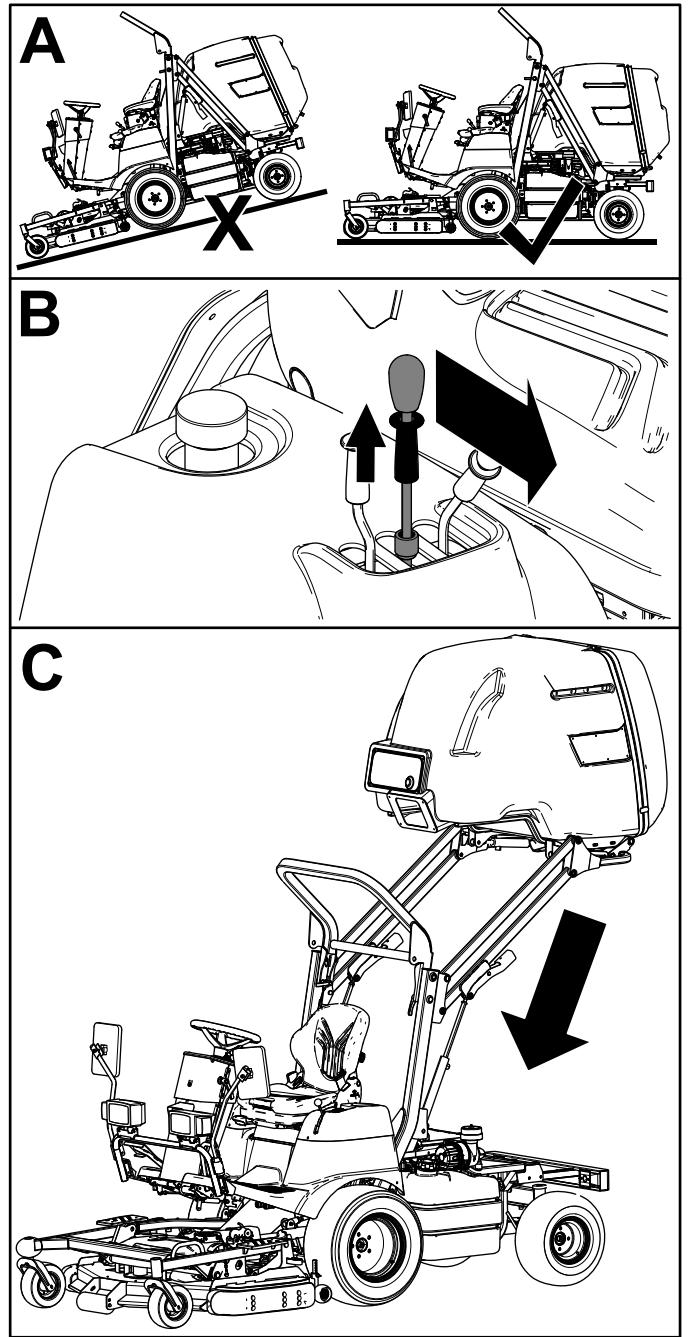

Figure 24
2. Tirez sur la bague de blocage du levier de commande de la trémie et déplacez le levier complètement en avant pour abaisser la trémie (Figure 24).